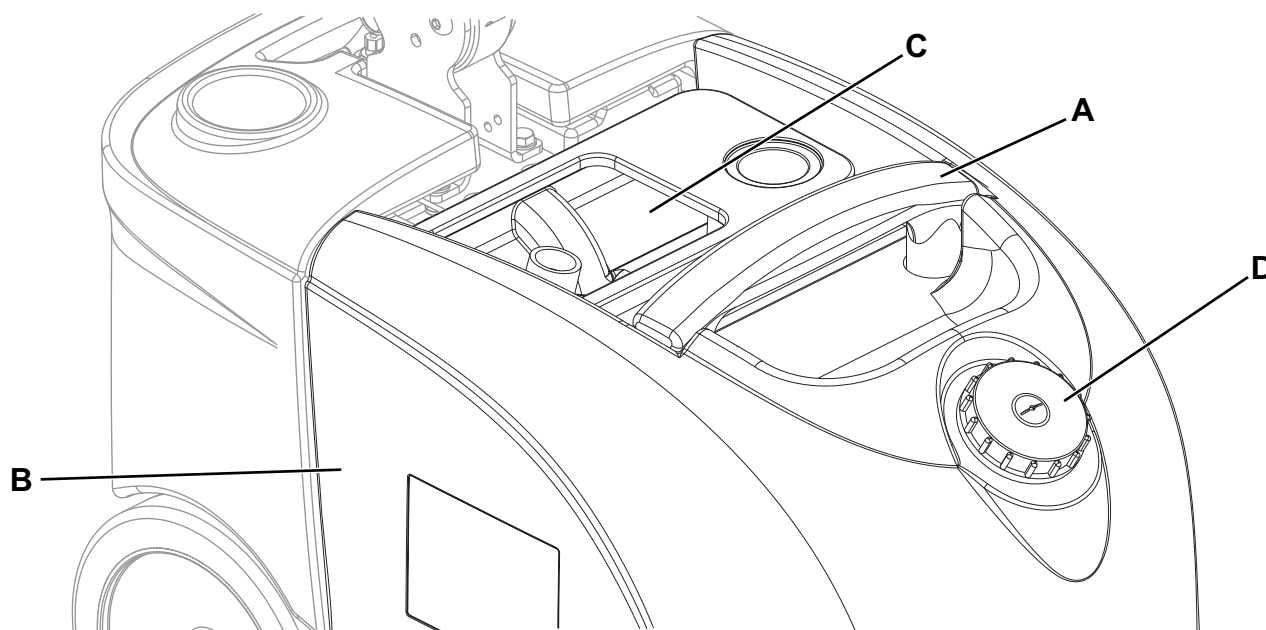

Abbildung 3
1. Sicherstellen, dass der Funktionswählschalter (31) sich in der Position „0“ befindet.
3. Durchsichtigen Deckel (24) abnehmen.
4. Tankgruppe (B) mit dem Griff (A, Abb. 3) anheben.
5. Schmutzwassertank (C) entleeren. Nach dem Entleeren den Tank mit Frischwasser spülen.
6. Deckel (D) öffnen und Reinigungslösungstank entleeren. Nach dem Entleeren den Tank mit Frischwasser spülen.
7. Die Tankgruppe (22) am Geräterahmen positionieren und durchsichtigen Deckel (23) anbringen.